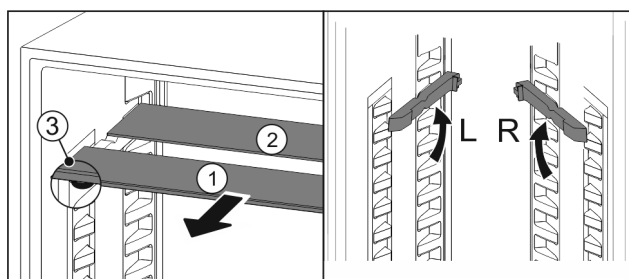

Fig. 21
- Skleněné desky jednotlivě vytáhněte dopředu Fig. 21 (1).
- ▷ Skleněná deska Fig. 21 (1) s ozdobnou lištou leží vpředu.
- ▷ Zářky Fig. 21 (3) směřují dolů.